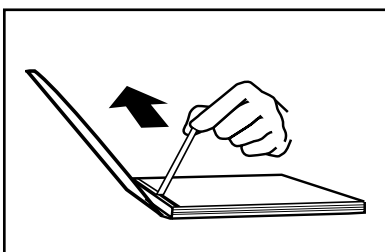

ABBILDUNG 17
9. Drehen Sie das Buch um und wiederholen Sie den Schritt 9 (siehe Abbildung 17).